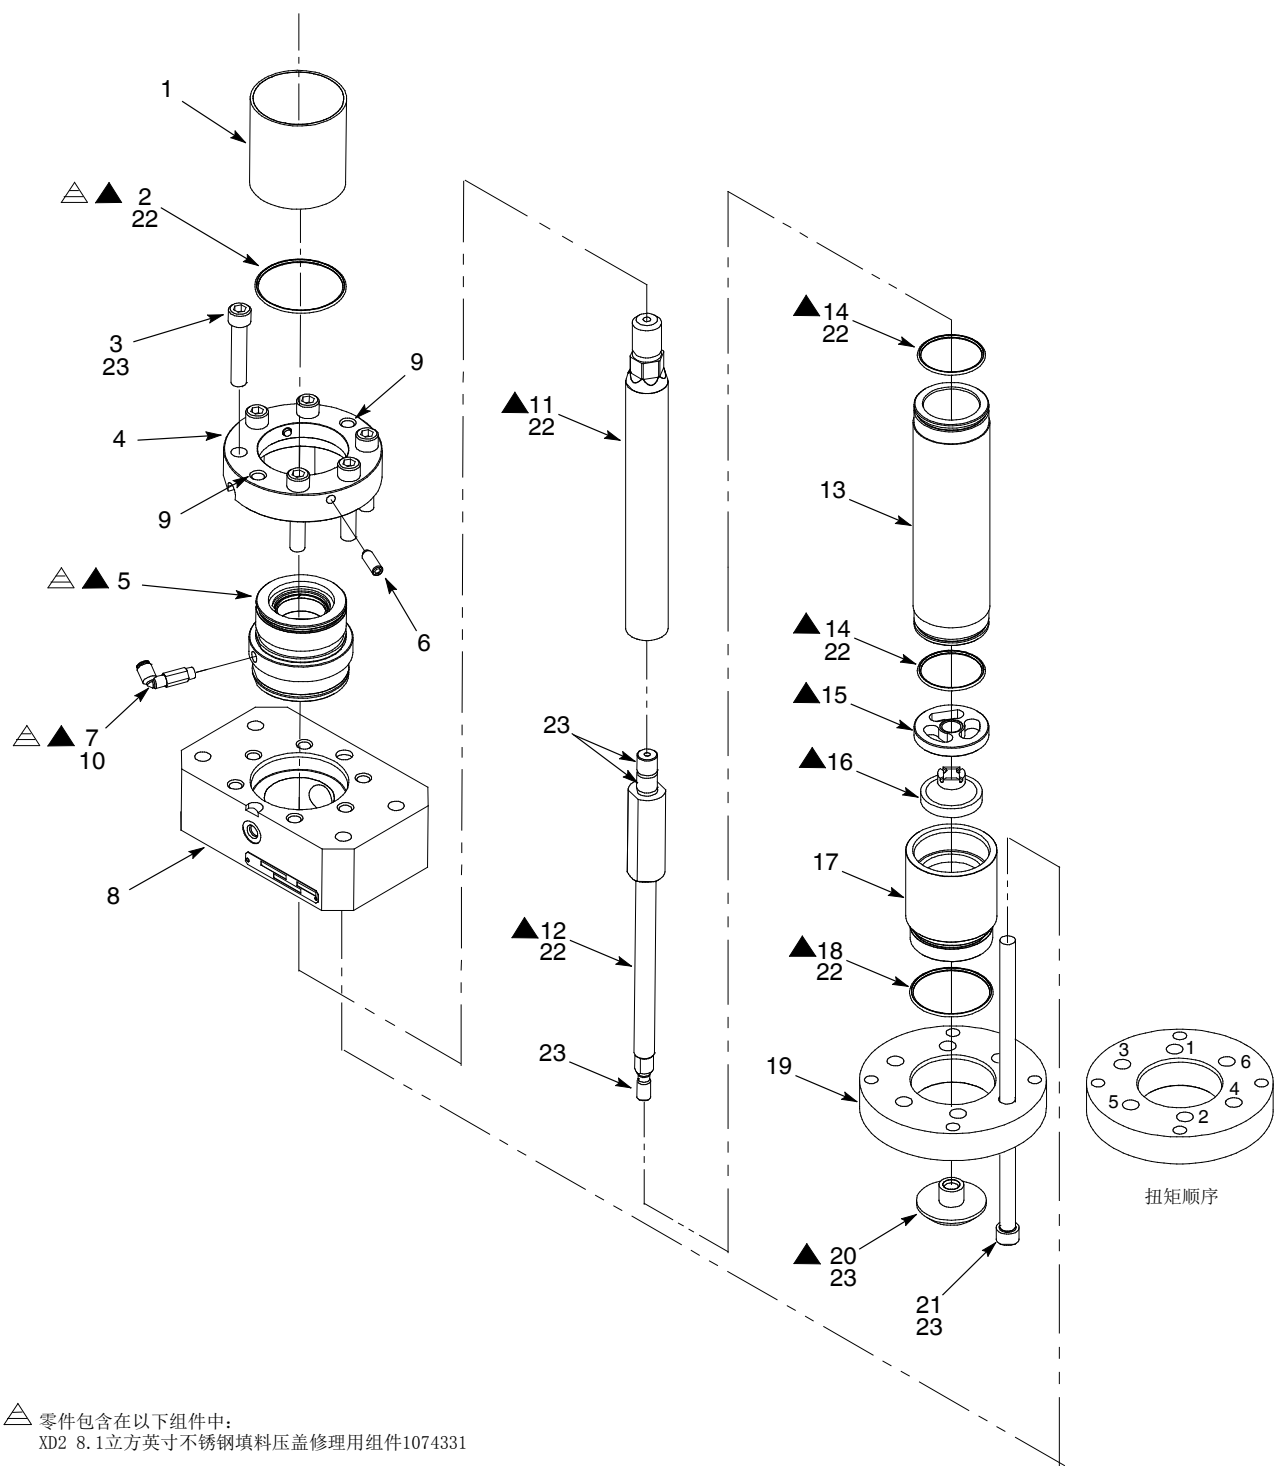

图 8 不锈钢液压部分维修
1. 详见图8。从填料压盖(5)拆下溶剂腔(1)和O形圈(2)。丢弃O形圈。
1. 详见图8。在接头(7)的螺纹上涂抹螺纹锁固胶(10)。将接头安装到填料压盖(5)中并将其牢牢拧紧。